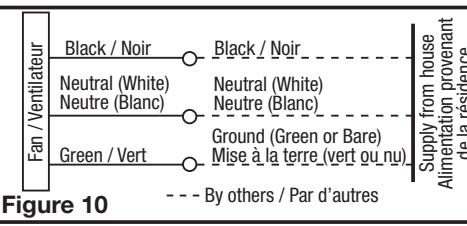

Figure 10
5. For two speed fans wired for continuous ventilation, connect the White wire of the fan to the White (Neutral) wire from the power source. Connect the ground wire from the house to the green wire from the fan housing. Connect the Black wire of the fan to the Black wire (Hot) from the power source (**Figure 10**).
5. Pour les ventilateurs à deux vitesses, raccordés pour une ventilation continue, connectez le fil blanc du ventilateur au fil blanc (neutre) de la source d'alimentation. Connectez le fil de terre de la maison au fil vert du boîtier du ventilateur. Connectez le fil noir du ventilateur au fil noir (chaud) de la source d'alimentation (**Figure 10**).